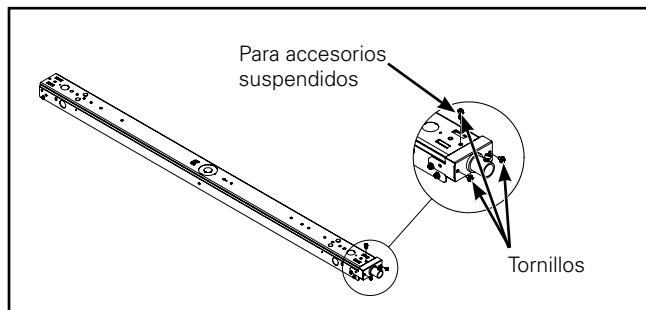

Figura 6.
6. Sujete la caja de conexiones a la mitad superior usando los tornillos provistos. (Figura 6.)